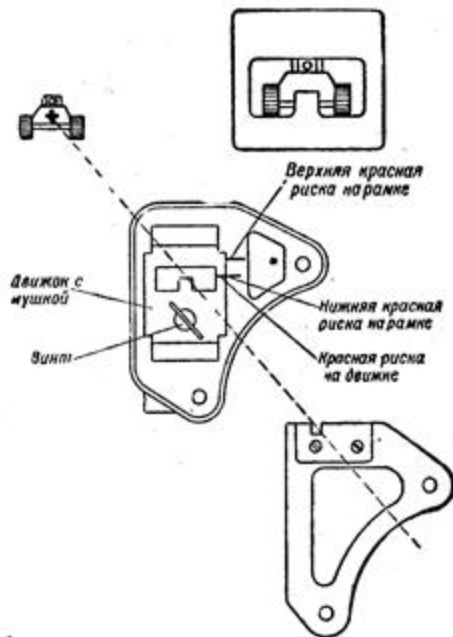

Рис. 6. Схема наводки с помощью прицельного приспособления второго образца
- 2) рамка прицела с одной прорезью и подвижная мушка (см. рис. 6);
При наличии прицельного приспособления второго образца (см. рис. 6) согласно немецкой инструкции руководствоваться следующим: